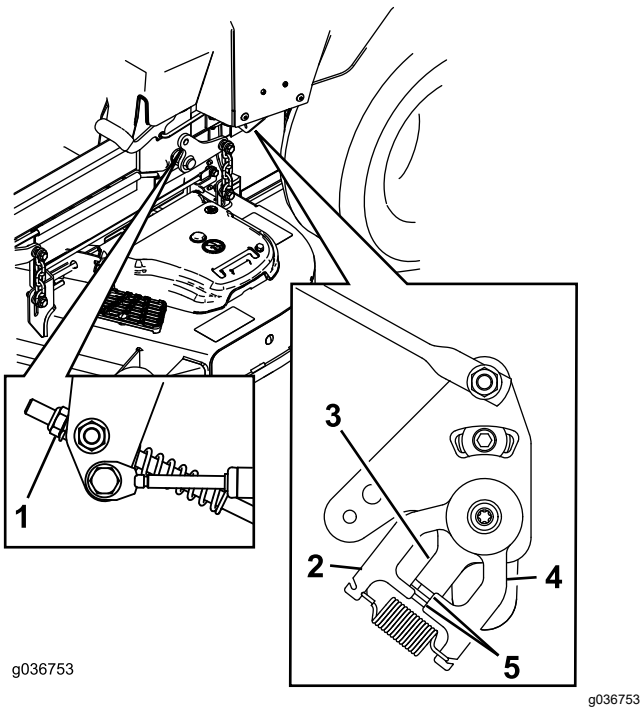

Figure 69
11. Réglez la longueur des tiges de pompes en tournant l'écrou dans le sens voulu jusqu'à ce que les roues tournent légèrement en marche arrière (Figure 68 et Figure 69).